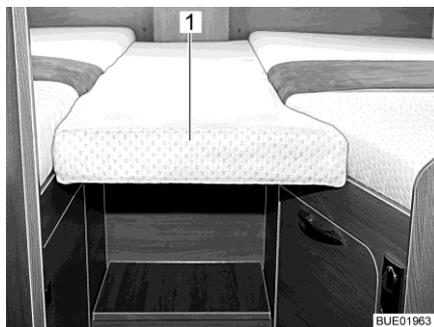
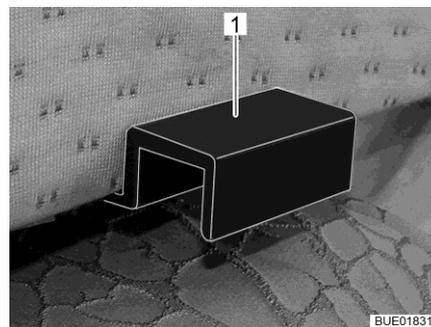

Fig. 167 Cojín adicional
Fig. 168 Soporte, cojín adicional
- Enganchar el cojín adicional (Fig. 167,1) con los soportes (Fig. 168,1) en los paneles de las camas individuales, de tal modo que se forme una superficie de descanso ininterrumpida.